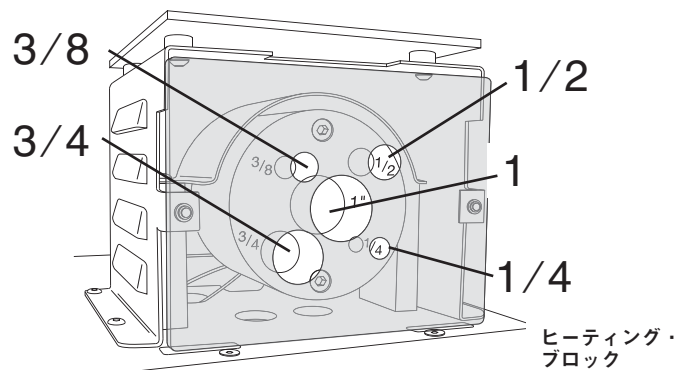

図7
**注意：**ヒーティング・ブロックの各穴には、チューブ外径サイズがマーキングされています。(図7参照)